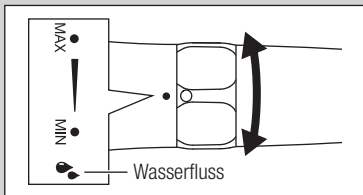

Abb. 8
- Die Pulvermenge kann mit dem Einstellring für das Durchsatzvolumen eingestellt werden (Abb. 8). Starten Sie die Verwendung von Perio Mate auf der Einstellung „Min.“ und passen Sie anschließend die Pulvermenge abhängig von der vorgesehenen Anwendung und unter Berücksichtigung des Krankheitsbildes des Patienten an.